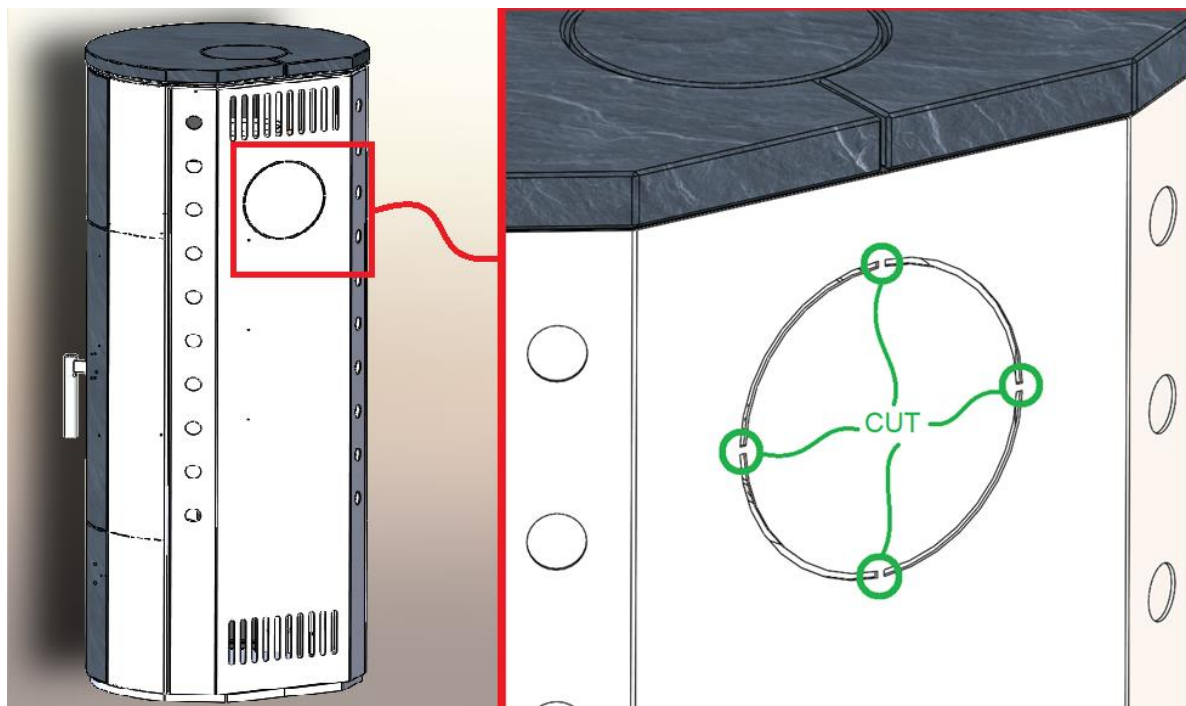

Figure 1 Sectionnement des micro-connexions au dos
2. Figure 1 Sectionnement des micro-connexions au dos
Lors de l'installation de l'appareil, toutes les réglementations locales, y compris les normes nationales et européennes, doivent être respectées. Nous recommandons de consulter un ramoneur agréé. Les cheminées sont livrées sur palettes de transport, prêtes pour un raccordement par le haut. Si le raccordement se fait par l'arrière, la sortie de fumée doit être orientée vers l'arrière et le chapeau de cheminée placé en position haute (figures 1, 2 et 3).